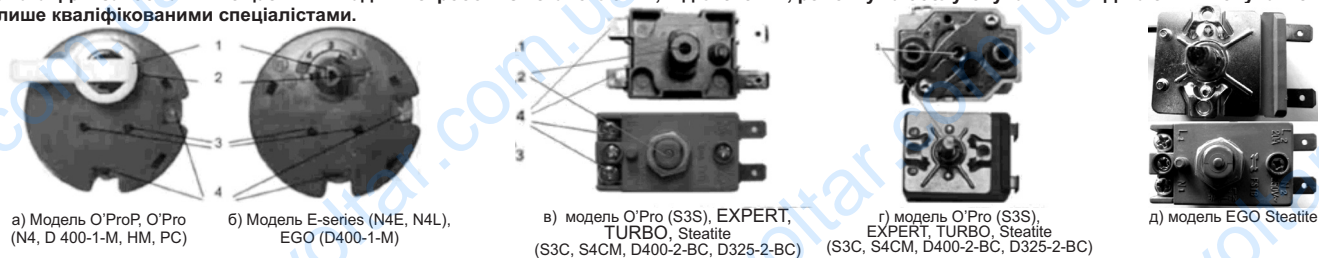

Рис. 3. Зовнішній вигляд терморегулятора
- натиснути на кнопку теплового захисту, яка розташована в корпусі терморегулятора (рис. 3 поз. 2).
- моделі E-Series, EGO - на термостаті (рис. 3б) під захисною кришкою проти годинникової стрілки.
- моделі EGO STEATITE - на термостаті (рис. 3д) під захисною кришкою за годинниковою стрілкою.